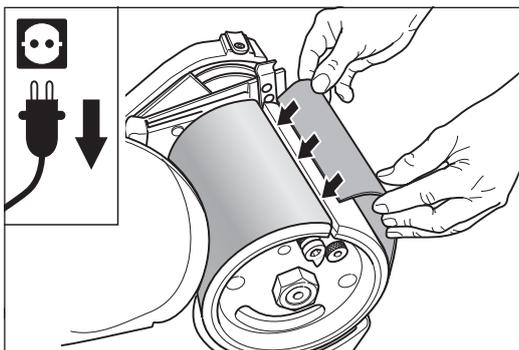

Abb. 17 Den neuen Bogen sorgfältig einlegen.
- 9 Legen Sie das neue Schleifmittel gleichmäßig um die Schleifwalze und stecken Sie die Enden in den Papierspannschlitz der Schleifwalze (Abb. 17).